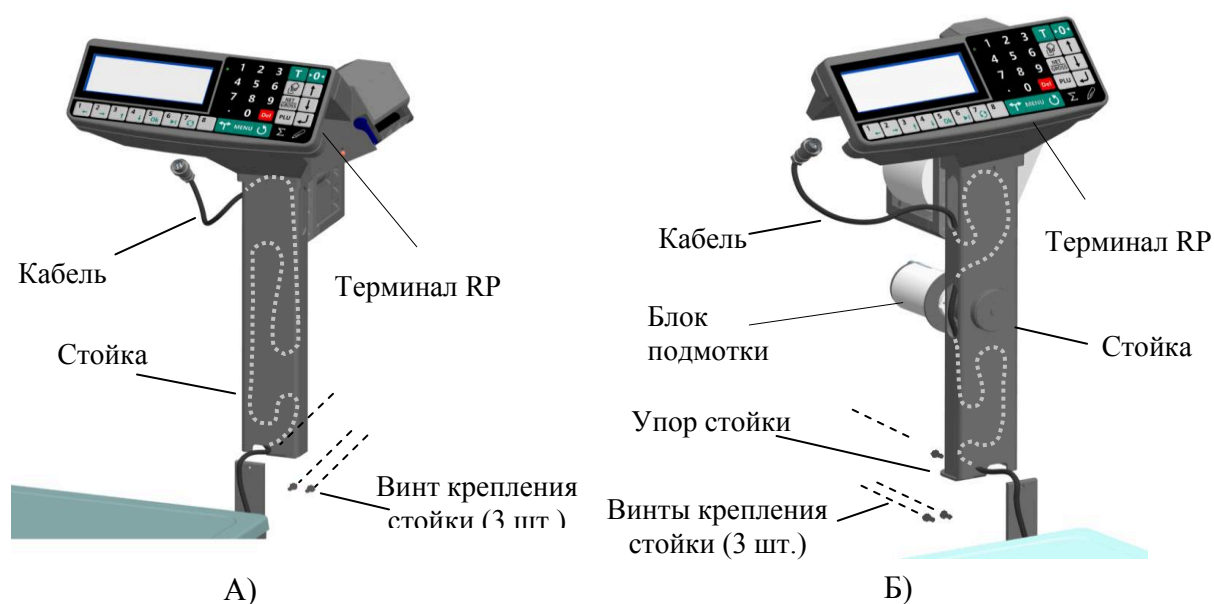

Рисунок 2 – Сборка весов.
3.2.1 Протяните кабель внутри стойки и подключите к весовому терминалу (см. рис.2). При подключении кабеля следите за совпадением ключей разъемов при их стыковке.